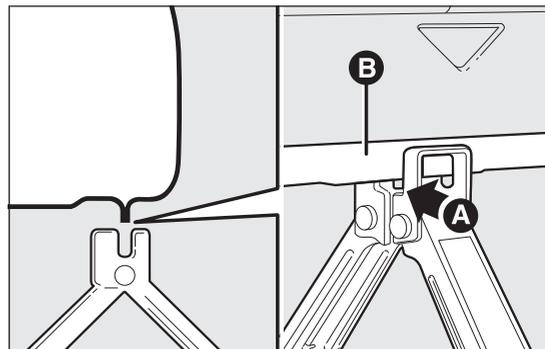

fig. 123
- ☐ azionare il cric in modo da distenderlo fino a quando la scanalatura A fig. 123 del cric si inserisce correttamente sul profilo inferiore B ricavato sul longerone;